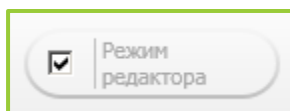

Рисунок 6.1 – Флажок для перехода в режим «Редактор»
6.1.2 Для перехода в режим «Редактор» необходимо установить флажок «Режим редактора» (рисунок 6.1) и ввести пароль доступа в появившемся диалоговом окне.